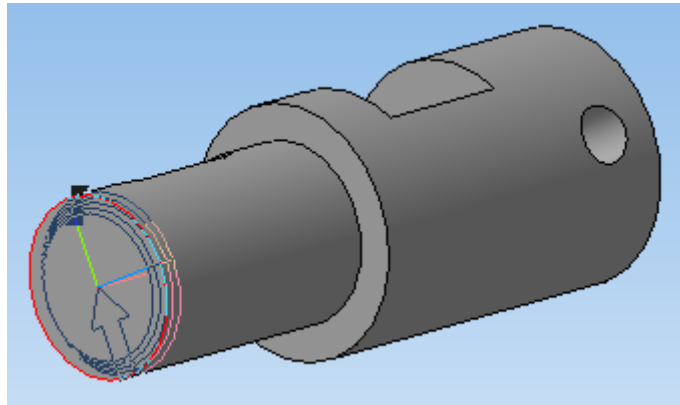

Рис. 7.14
15. Для того, щоб зрізати фаску, зробимо активною ліву кромку циліндра. Виберемо команду  Редагування деталі -  Фаска. На Панелі властивостей задамо розмір фаски - 5 мм, стандартний кут -45 градусів (рис. 7.14).